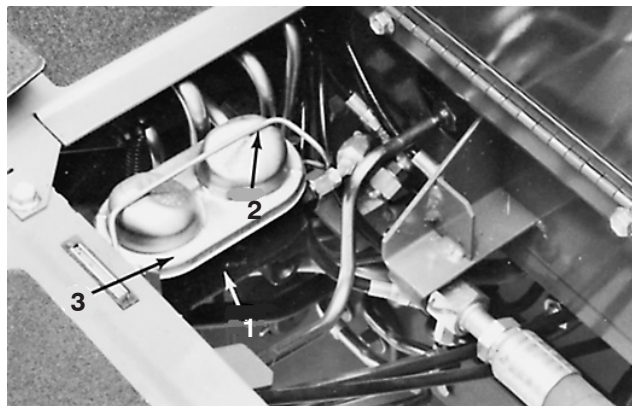

Figure 57
2. Enlevez la barre du couvercle et déposez le couvercle du maître-cylindre (Fig. 57).